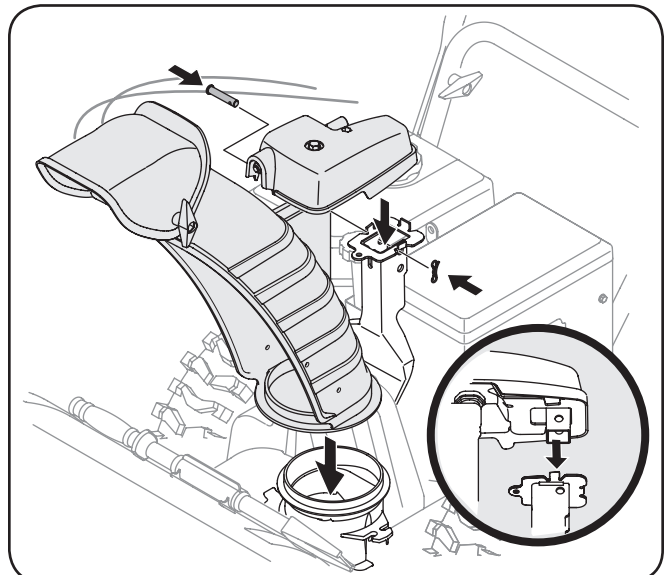

Figura 3-15
- Coloque el conjunto del canal inclinado en base del ducto y montaje de control del canal seguro a chute abrazadera de soporte con pasador de horquilla y chaveta retirados anteriormente. Vea la Figura 3-15.